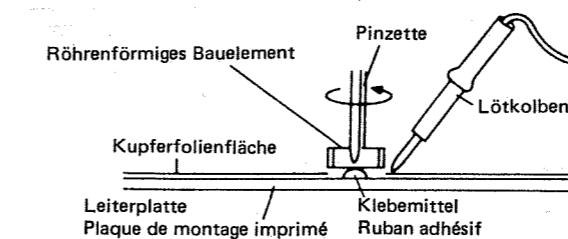

Abbildung 25-2
- Das Bauelement dann vorsichtig mit einer Pinzette anheben und unter Verwendung der Lötkolbenhitze zu den Anschlüssen, das Bauelement entfernen. Siehe Abbildung 25-2.